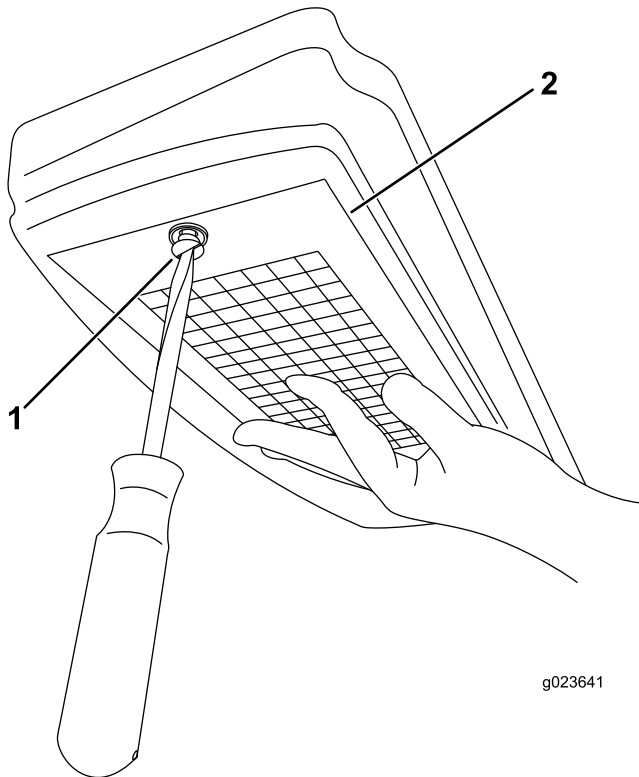

Figura 129
3. Retire el tornillo y la tapa del filtro de aire (Figura 129).